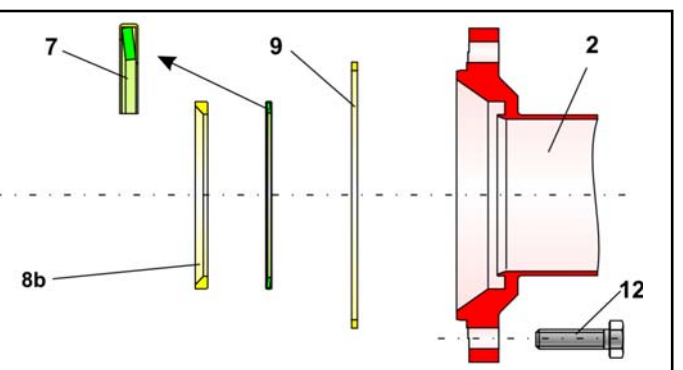

Bild 4 - Explosionszeichnung der molchbaren Kugelhähne DN 150
Die Montage beginnt bei dem Grundgehäuse (1). Die ummantelte Tellerfeder (7) wird in das Grundgehäuse (1) eingelegt. Die Einbaulage der Tellerfeder ist der Zeichnung (Bild 4) zu entnehmen.